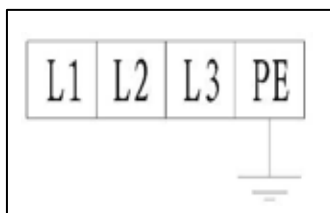

Figura 16
- Ligação da fonte de alimentação: os fios de conexão trifásica e cinco linhas de 400V (3 × 2,5 mm² + 2 × 1,5 mm² do cabo) da fonte de alimentação são conectados à caixa de controlo L1, L2, L3, N e ao terminal do fio de entrada. O fio terra do PE é conectado primeiro ao aterramento marcado pelo parafuso (Figura 16) e depois conectado ao aterramento marcado pelo parafuso de duas plataformas.